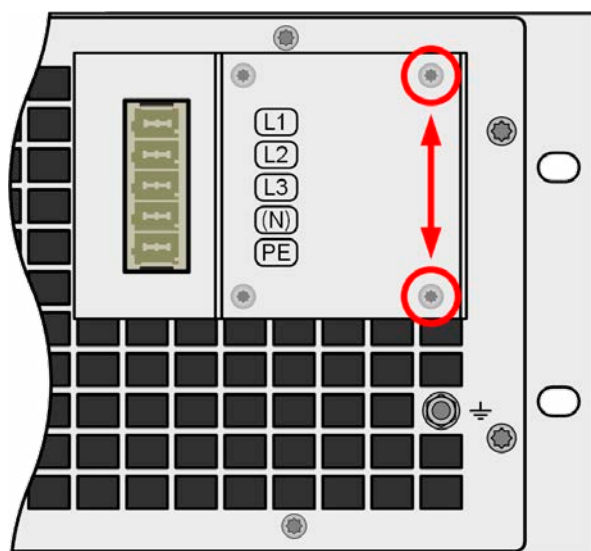

Figure 11 - Emplacement de montage de la bride
1. Enlever les deux vis du boîtier filtre AC comme indiqué en *Figure 11* ci-dessous.